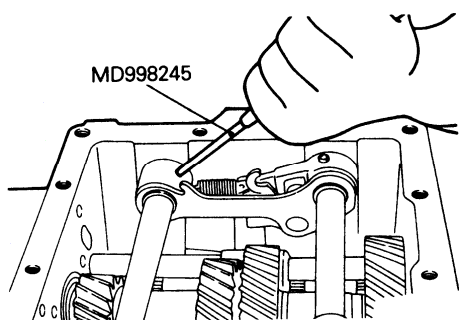

图 3-77 安装锁销
(23) 安装锁销时，如图 3-77 所示，用专用工具安装锁销。